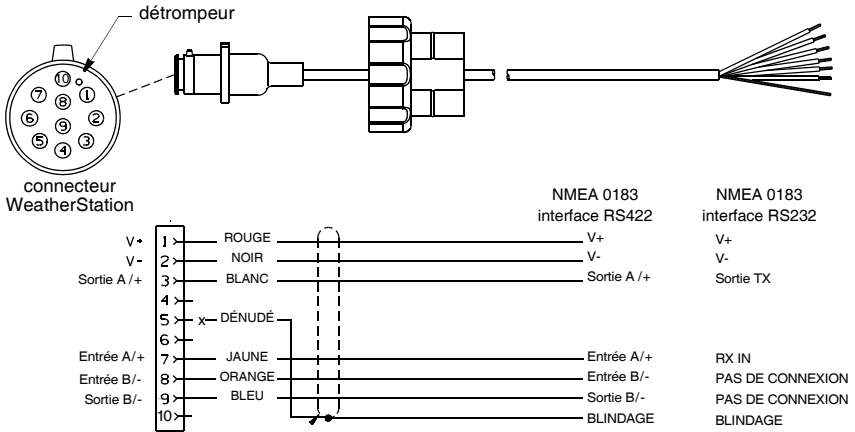

Figure 6. Câble de capteur WeatherStation NMEA 0183 — sans dégivrage
Connectez directement le câble de WeatherStation s'il n'est pas équipé d'un connecteur côté afficheur. En vous référant aux instructions du manuel fourni avec l'afficheur, connectez les fils selon leur couleur comme illustré en Figure 6 ou 7.
2. Dénudez 60 mm (2-1/2") d'isolant extérieur et repliez le blindage de l'extrémité dénudée (voir Figure 6 ou 7).